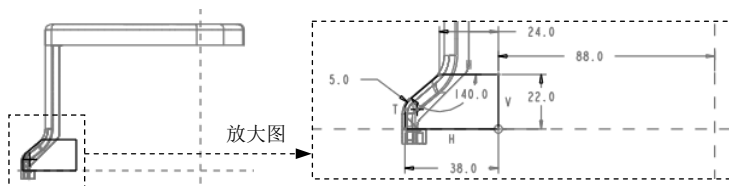

图 26.18 截面草图
(1) 单击 **分型面** 功能选项卡 **形状** 区域中的  按钮，此时系统弹出“拉伸”操控板。
(2) 定义草绘截面放置属性。右击，选择菜单中的 **定义内部草绘...** 命令；选择 MOLD_FRONT 基准平面为草绘平面，然后选取 MOLD_RIGHT 基准平面为参考平面，方向为 **右**。单击 **草绘** 按钮。
(3) 进入草绘环境后，绘制图 26.18 所示的截面草图。完成特征截面的绘制，单击“草绘”操控板中的“确定”按钮.
(4) 设置深度选项。在操控板中选取深度类型，在深度值文本框中输入深度值 25。
(5) 在操控板中单击 **选项** 按钮，在“选项”界面中选中 ☒ 封闭端 复选框。
(6) 在“拉伸”操控板中单击 按钮，完成特征的创建。